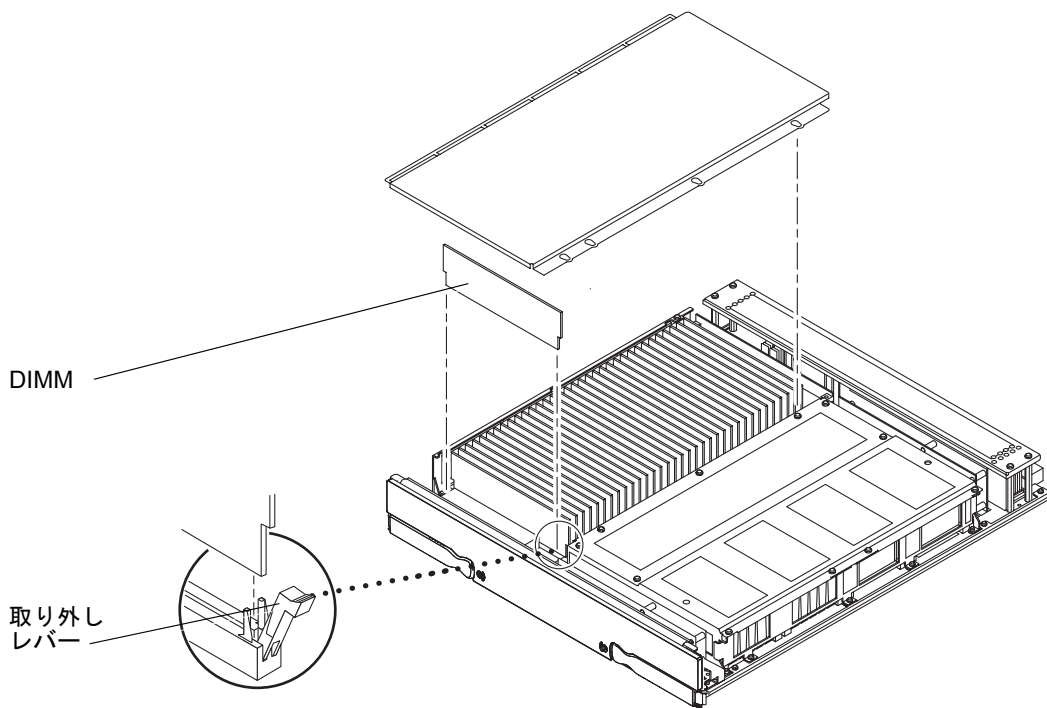

図 9-11 DIMM の取り外し
5. DIMM コネクタの両側の取り外しレバーを押し下げて、障害のある DIMM を外します (図 9-11)。